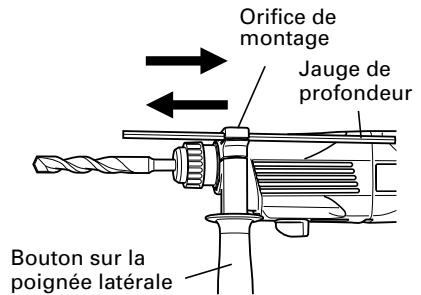

Fig. 11
(2) Enfoncement de vis à bois
6. Utilisation de la quenouille (Fig. 11)